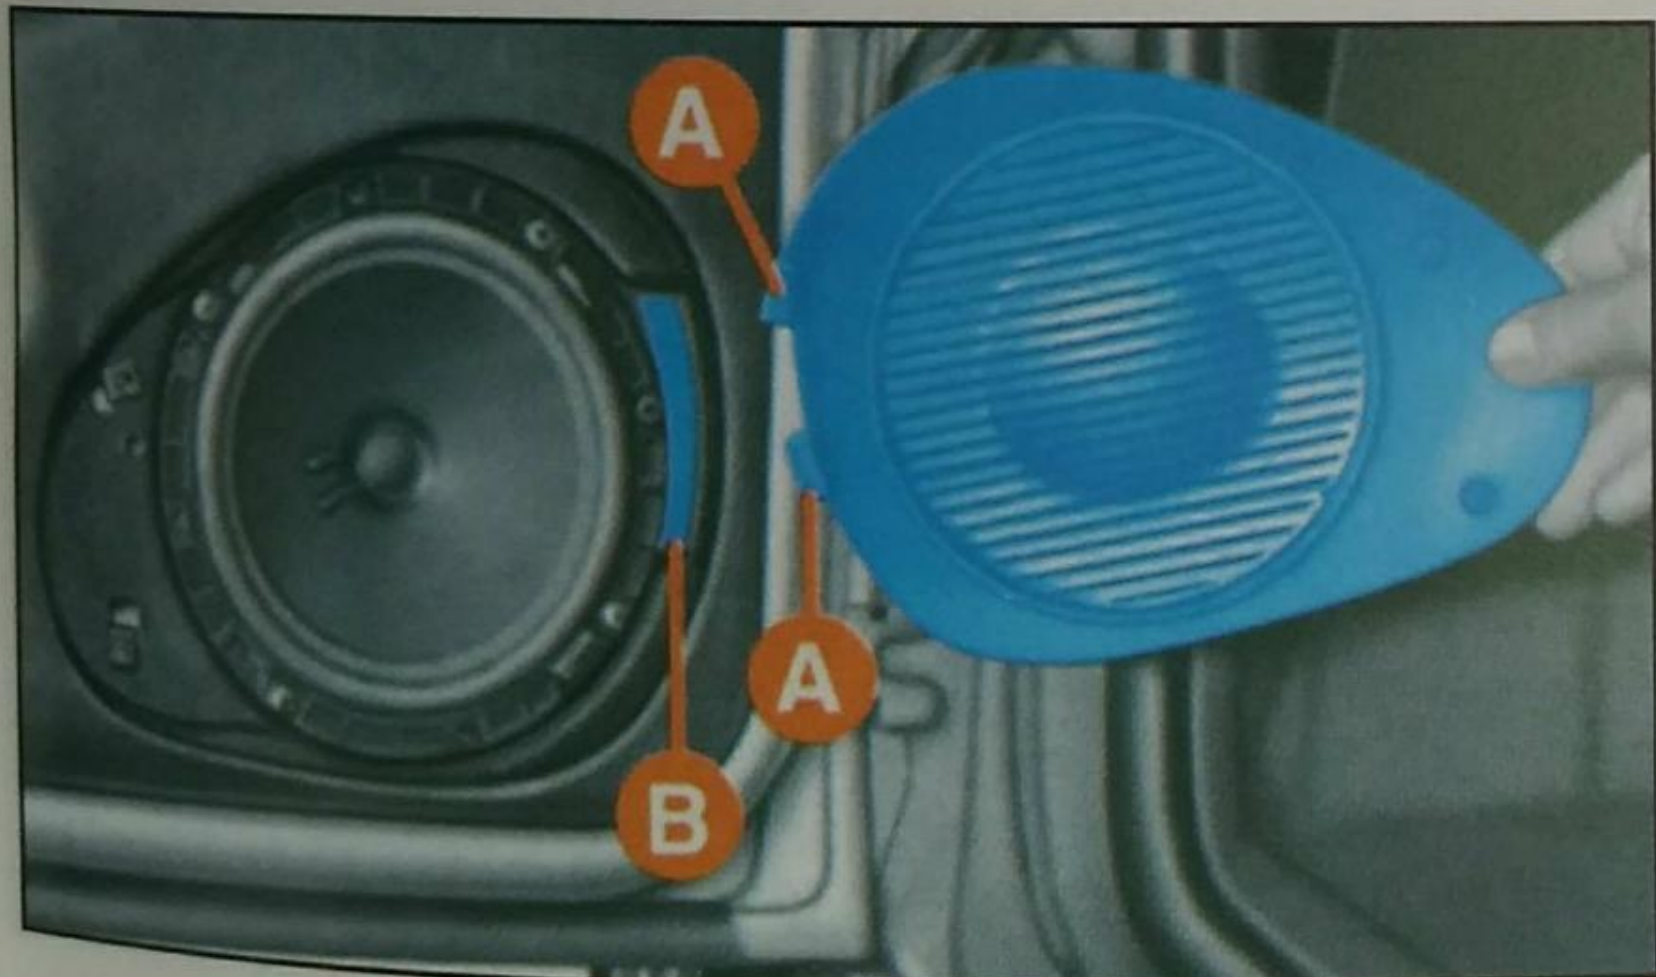

Fig. 80
2) Al montar, introducir las lengüetas **A-fig. 80** en la sede **B** y fijar la rejilla de protección.